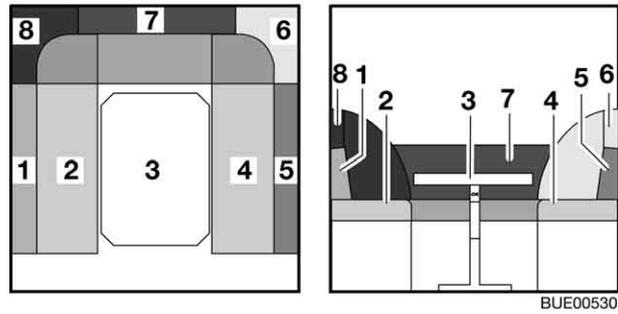

Bild 70 Vor dem Umbau
- Tisch (Bild 70,3) zum Bettunterbau umbauen (siehe Abschnitt 6.9).